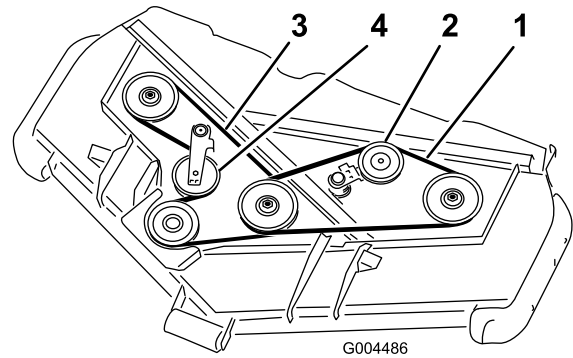

Bild 55
3. Schieben Sie mit einem Stemmeisen die Spannscheibe für den oberen Riemen (Bild 55) vom oberen Treibriemen, um die Riemenspannung zu lösen, sodass der Riemen von den Scheiben rutschen kann.
4. Schieben Sie mit einem Stemmeisen die Spannscheibe für den unteren Riemen (Bild 55) vom unteren Treibriemen, um die Riemenspannung zu lösen, sodass der Riemen von den Scheiben rutschen kann.
5. Verlegen Sie einen neuen Riemen um die Getriebescheibe, die unteren Spindelscheiben und die Spannscheibe, siehe Bild 55.
6. Verlegen Sie einen neuen Riemen um die oberen Spindelscheiben und die Spannscheibe, siehe (Bild 55).